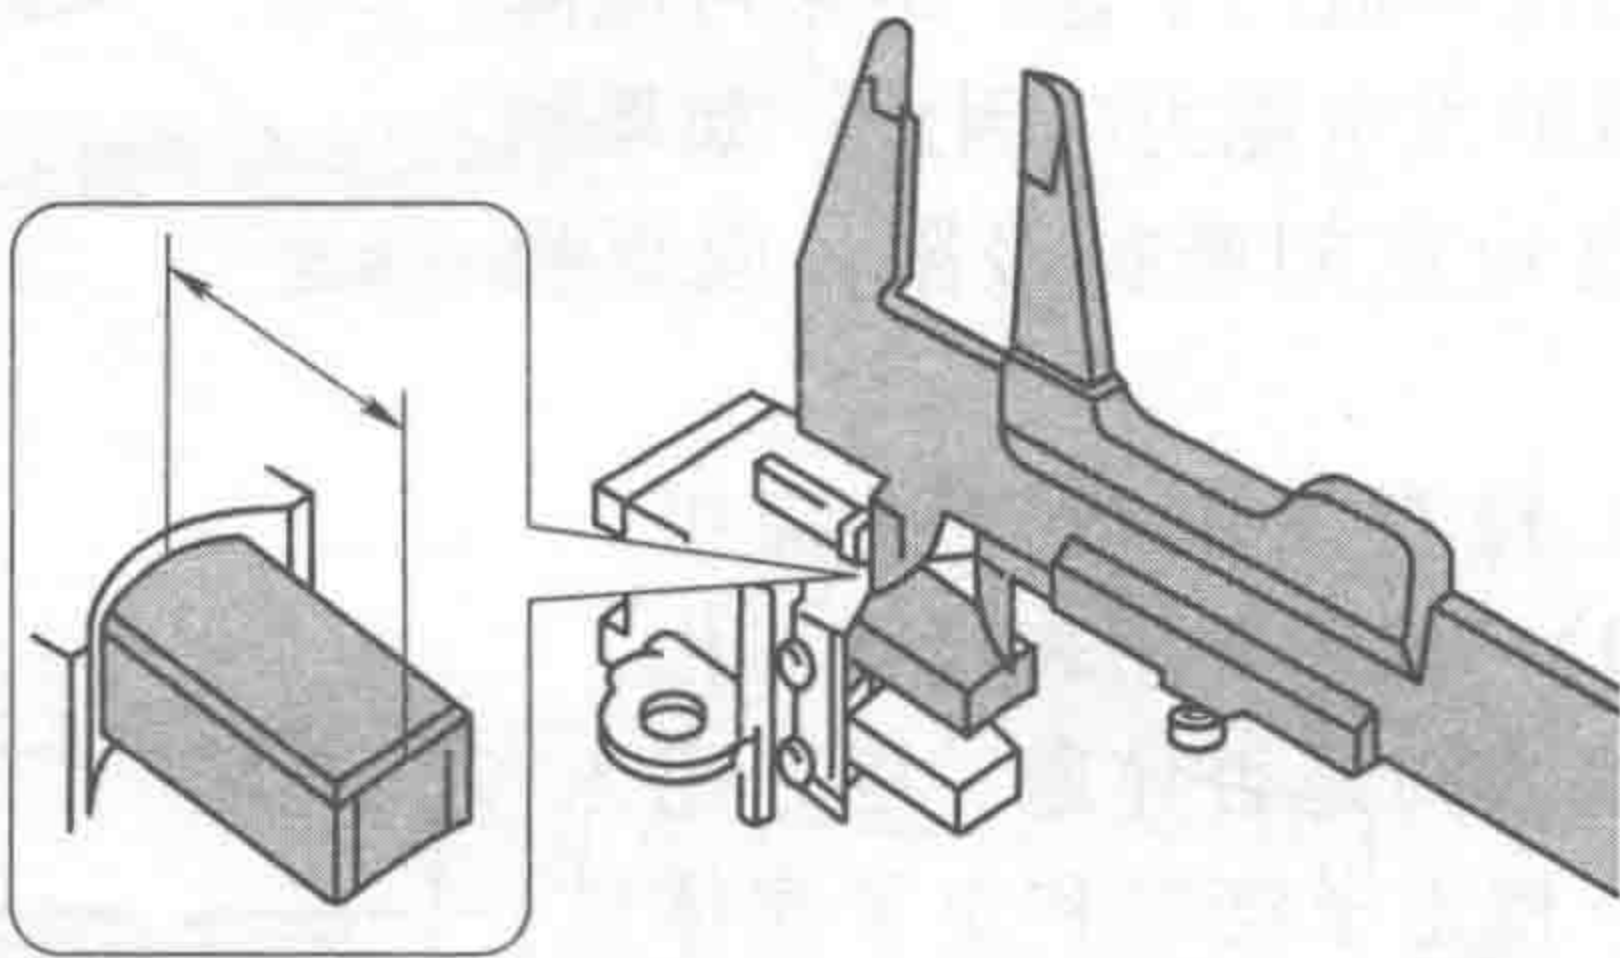

图 1-23 测量电刷的长度
(7) 检查发电机电刷座 如图 1-23 所示, 用游标卡尺测量电刷的长度。在电刷的中部测量 (电刷的) 长度, 因为这个地方磨损最严重。当电刷的长度短于规定值时, 接触会恶化, 发电机的发电性能下降。如果测量值小于标准值, 则应将电刷和电刷座一起更换。